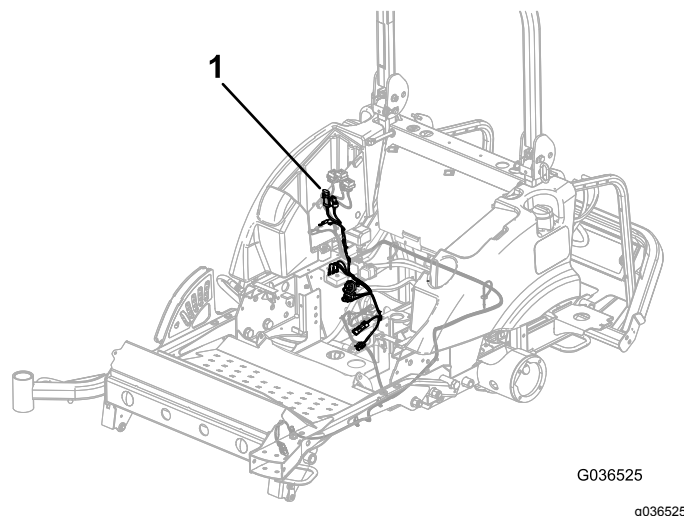

Figura 30
- C. Encaminhe a cablagem de atraso da elevação em direção ao suporte de relé já instalado e ligue os três conectores do temporizador ao temporizador (Figura 30).